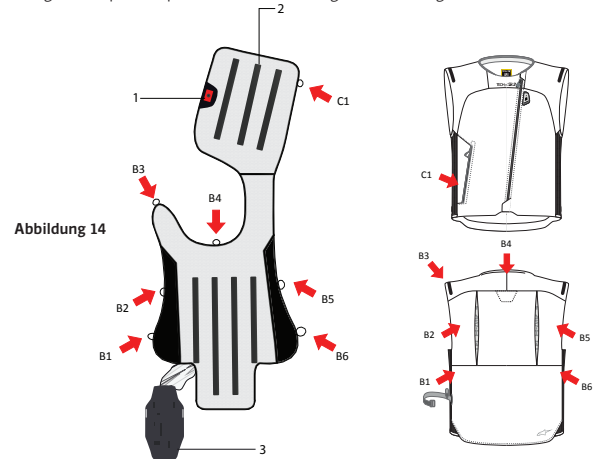

Abbildung 14
4. Entfernen Sie die Airbags von der Weste, indem Sie alle Verbindungsclips öffnen. Die Anordnung der Clips entspricht der Darstellung in Abbildung 14.